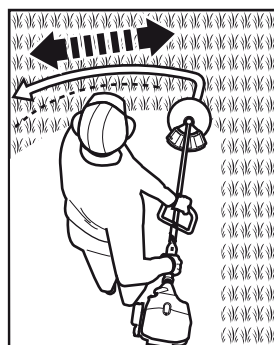

Fig. 22
- > Passez l'appareil en mouvements lents et réguliers, en décrivant un arc de cercle de gauche à droite, et ramenez l'appareil à sa position de départ avant de passer à la zone suivante (fig. 22).